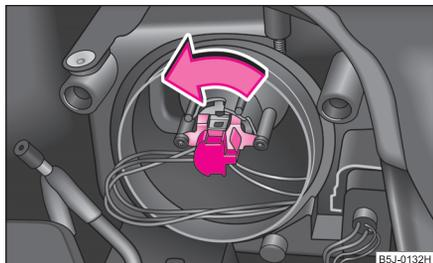

Fig. 186 Desmontaje de la bombilla para la luz de cruce y de carretera
- En el faro con módulo (bombilla de halógeno H7), ⇒ fig. 186 girar el conector junto con la bombilla de halógeno hasta el tope hacia la izquierda y retirarlo.